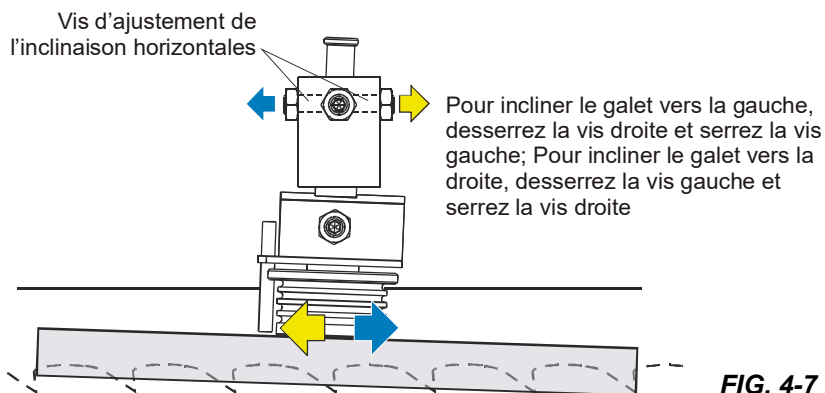

FIG. 4-7
5. Desserrez les contre-écrous sur les vis d'ajustement de l'inclinaison horizontale. See FIG. 4-7.